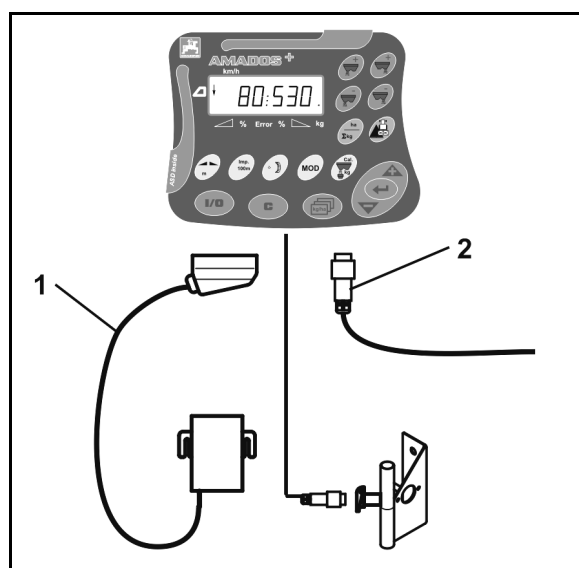

Fig. 2
1. Slut maskinen, der er monteret på traktoren, til maskinstikket (Fig. 2/1).
2. Slut signalkablet til traktorens signalstikdåse eller sensoren X (Fig. 2/2) til **AMADOS⁺**.